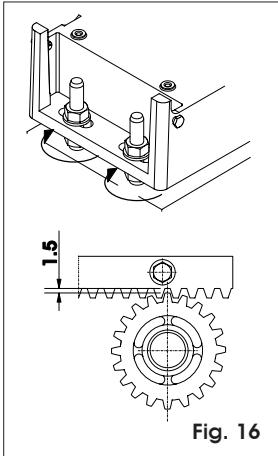

Fig. 16
- Finalizada la instalación de la cremallera, para garantizar un correcto engranaje con el piñón, es conveniente bajar unos 1,5mm (Fig.16) la posición del motorreductor.